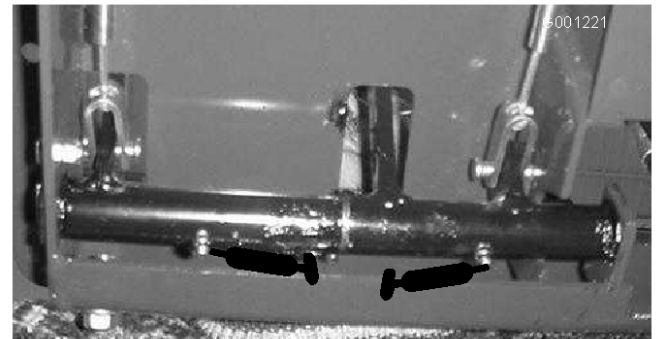

Bild 38
- Büchsen des Bremsgelenks (Bild 38)
- Bremskabel (am Antriebsrad und Bremspedal) (Bild 38)